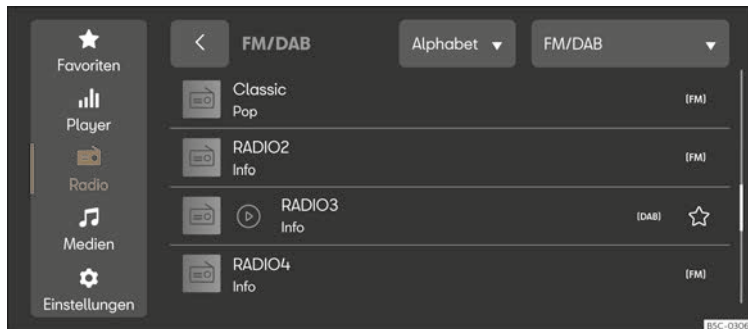

Abb. 185 Schematische Darstellung: Ansicht Radio.
- Drücken Sie **MENÜ** > > > (Abb. 185).